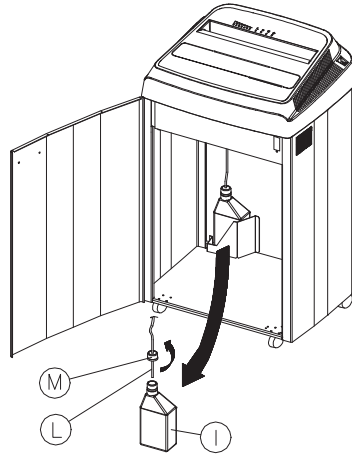

Fig. 2
SOSTITUZIONE CONTENITORE OLIO fig.2
Comunque è buona norma controllare periodicamente la quantità di olio presente nel contenitore (I) fig.2. La mancanza di olio nel contenitore è segnalato dal led luminoso (8) fig.4.